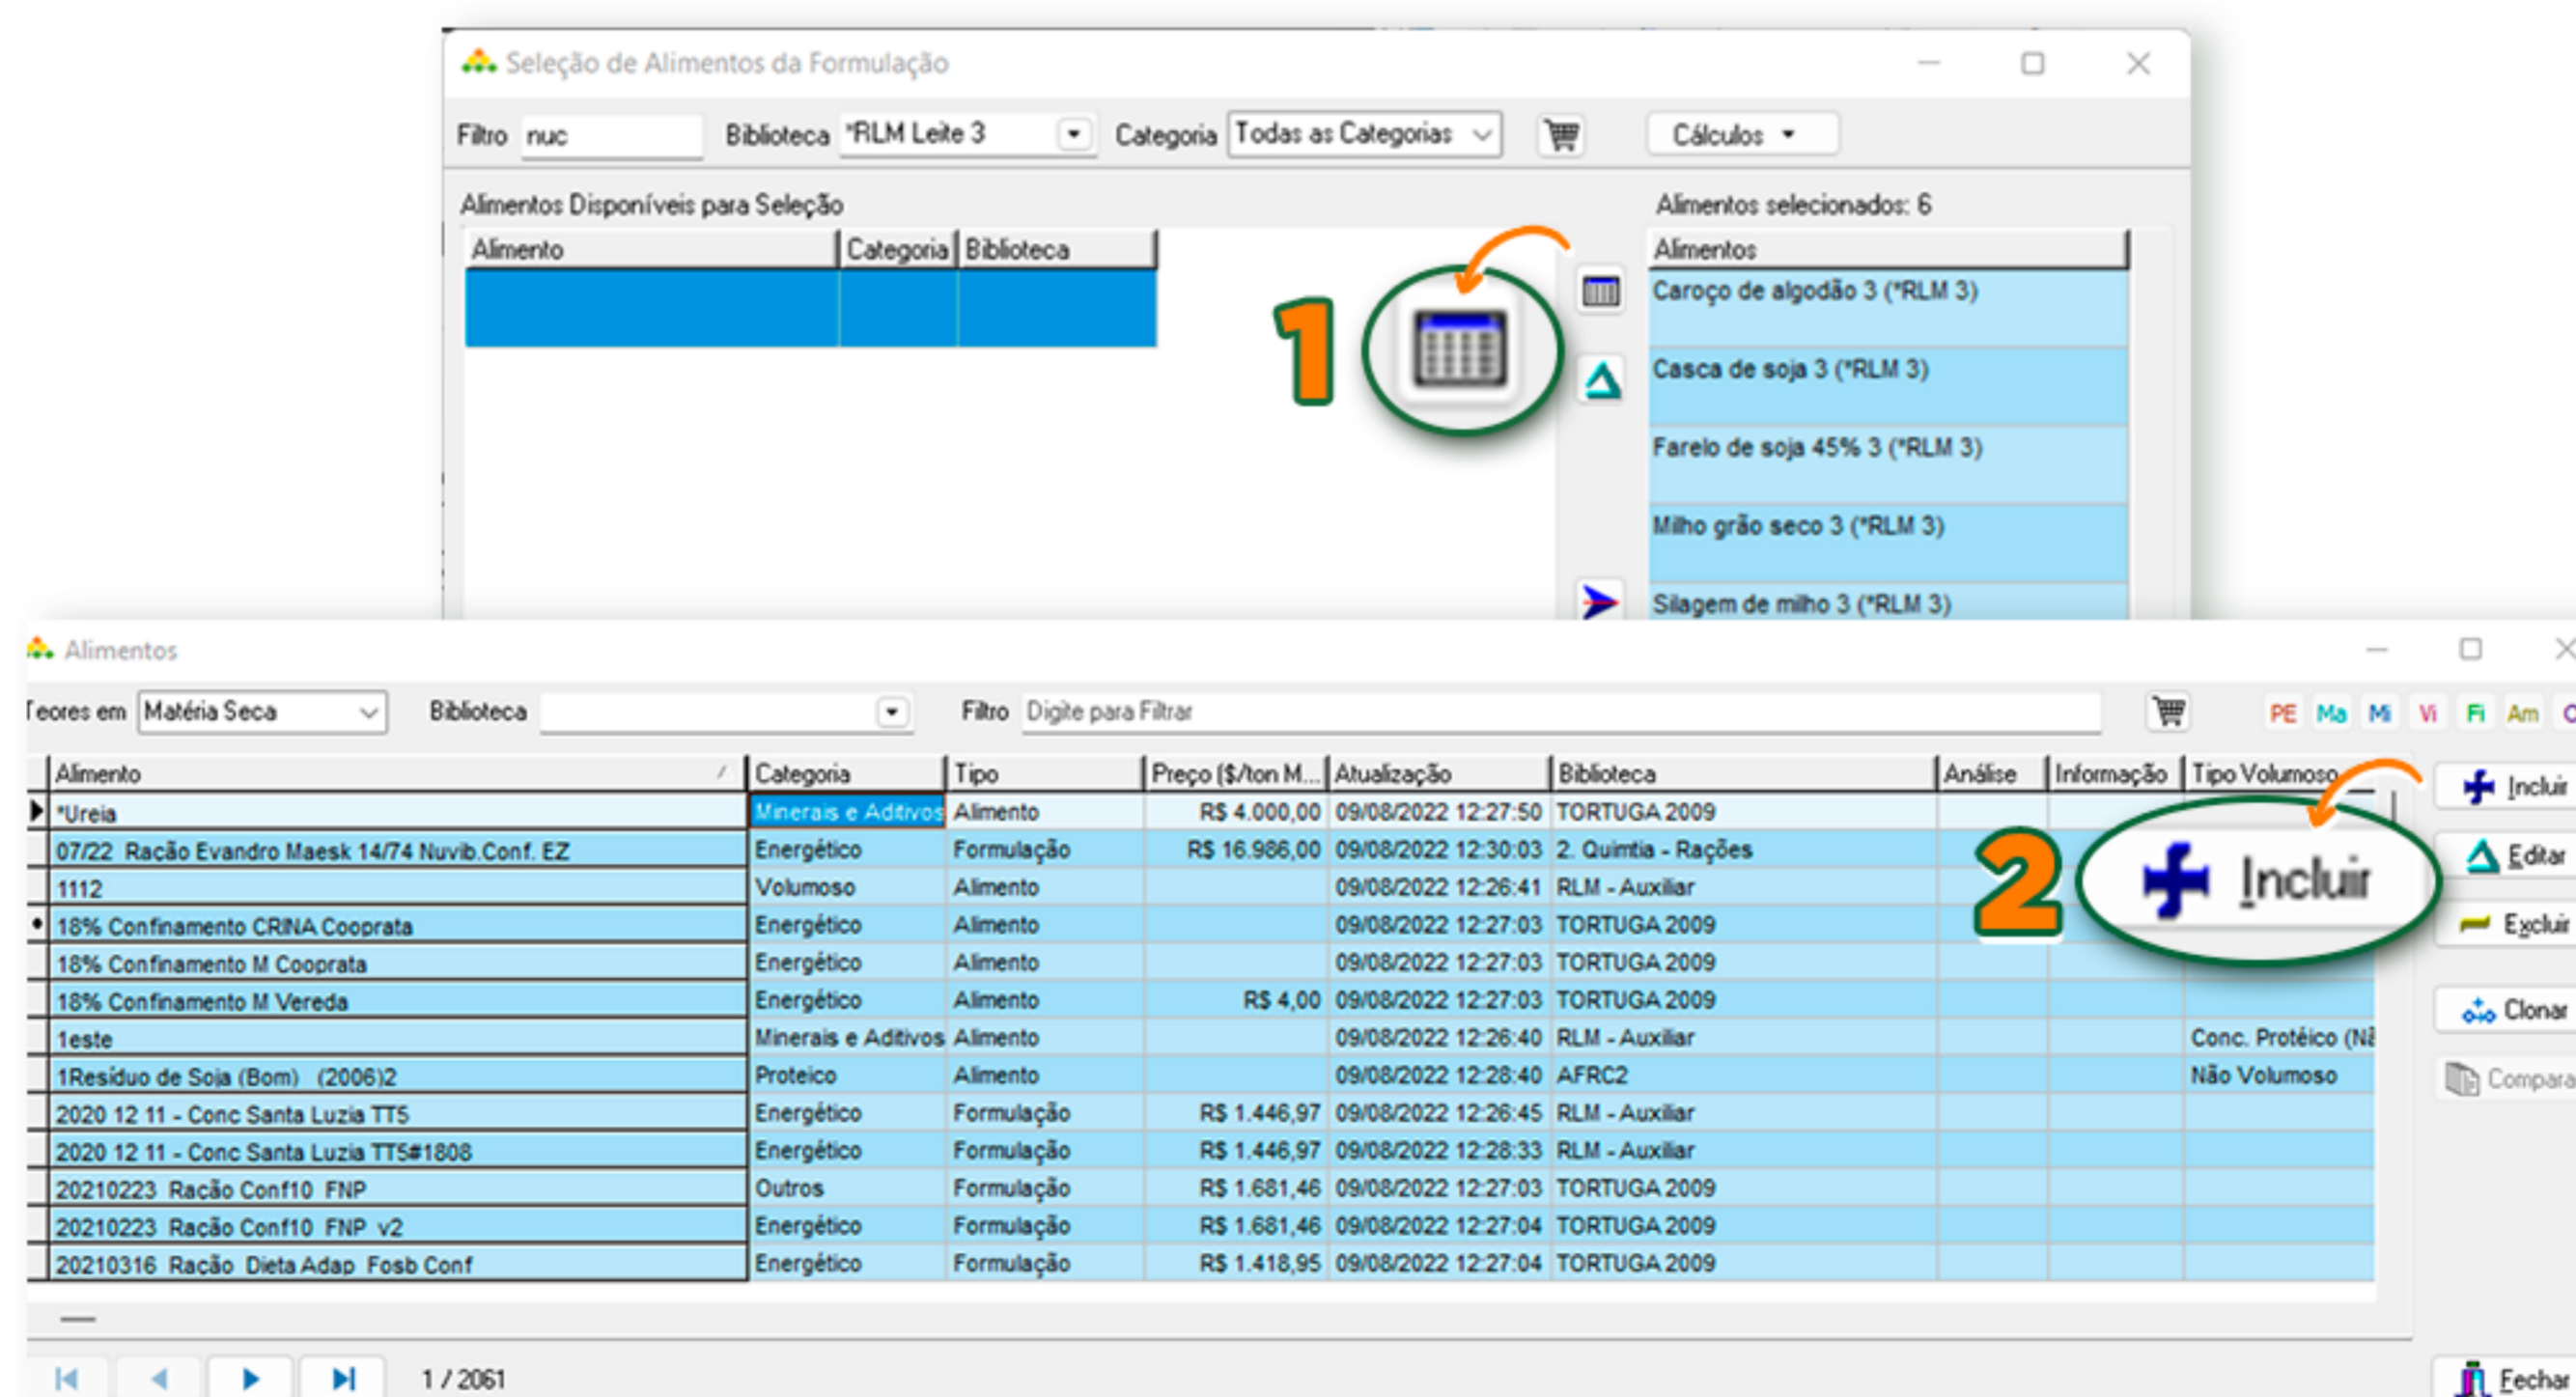

FIGURA 1.10 - CADASTRO DE ALIMENTOS
Somente alimentos cadastrados na biblioteca de alimentos podem ser utilizados na formulação. Para adicionar o "Núcleo Mineral com Monensina" à biblioteca de alimentos, clique no botão "Abrir cadastro de alimentos" (1) e, em seguida, na janela da biblioteca, clique em "Incluir" (2), de acordo com a Figura 1.10. A inclusão dos nutrientes deve obedecer aos níveis indicados no rótulo e alguns cálculos podem ser necessários para que o cadastro ocorra de forma completa. A ausência de cadastro de um nutriente pode gerar erros na formulação da dieta